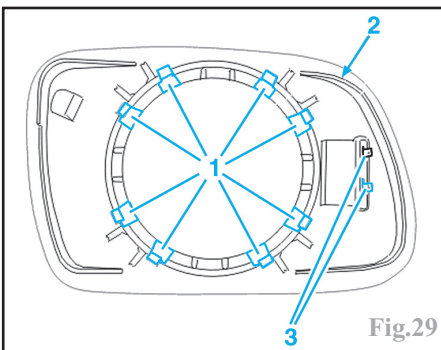

Fig.29
-dégager et déposer la coquille rétroviseur (1).
À l'aide d'un outil plat, décliper les ergots (1) de fixation de la glace du rétroviseur (2) (Fig.29).